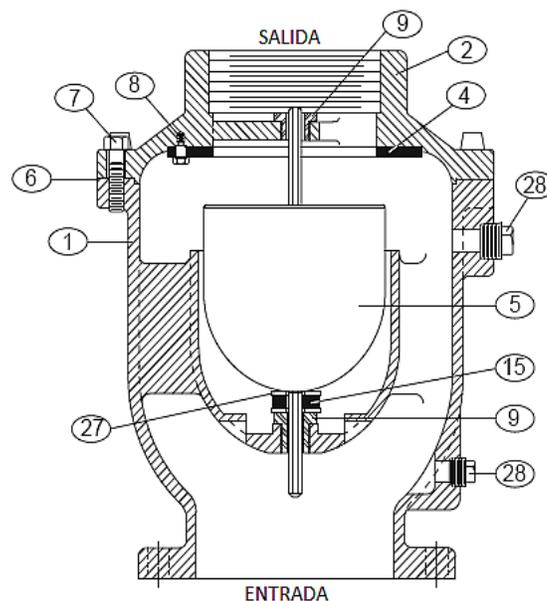

Figura 2. Válvula de Aire y Vacío de 4"-20"
En las válvulas de Aire y Vacío el cuerpo de la válvula y la tapa son de hierro fundido. Ver listado de material específico para la orden si es diferente del material estándar de hierro fundido. Los componentes internos de construcción son de acero inoxidable. El flotador (5) es la única parte móvil, lo cual asegura una larga vida con mínimo mantenimiento. Los detalles generales de construcción están ilustrados en la Figura 2. El cuerpo (1) es de conexión bridada hacia la tubería. El asiento de goma (4) está dentro de la tapa (2). Existe una capucha opcional.
La válvula de aire y vacío se puede desmontar sin sacarla de la tubería. Por conveniencia, la válvula se puede quitar de la línea. Todos los trabajos en la válvula deben ser realizados por un mecánico calificado. Vea la Figura 2.